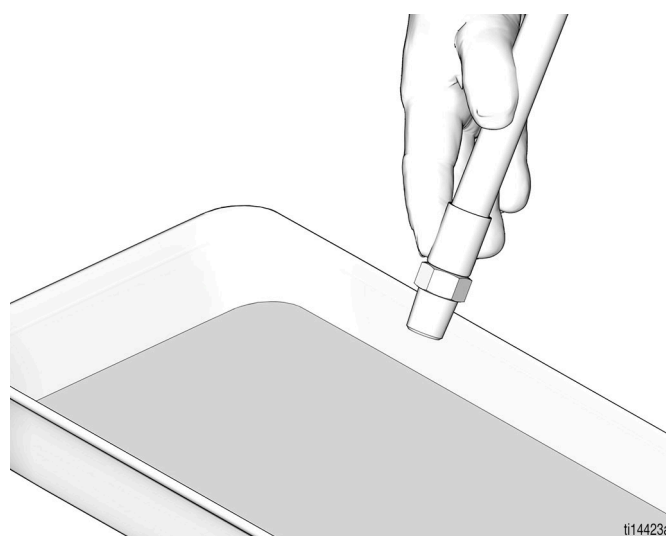

ABB. 2
1. Das Schlauchende in einen geerdeten Metallabfallbehälter stecken. Halten Sie den Schlauch während des gesamten Spülvorgangs fest an den Abfallbehälter (ABB. 2).